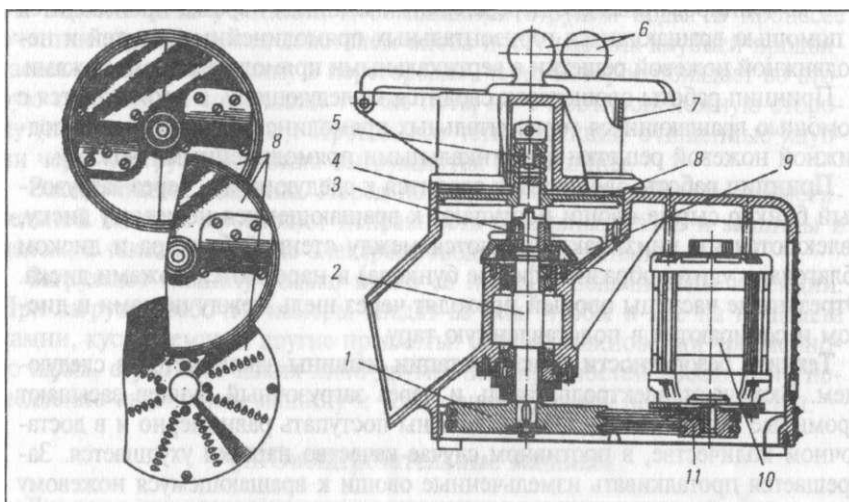

Рис. 3-3. Универсальная овощерезательная машина МРО50-200.
**Овощерезательная машина МРО-200 (рис. 3-3).** Машина настольного типа, используется для нарезки сырых овощей кружочками, ломтиками, соломкой, брусочками, а также можно шинковать капусту. Эта машина состоит из корпуса, привода, загрузочной камеры и сменных рабочих инструментов. Внутри корпуса машины находится привод, состоящий из электродвигателя и клиноременной передачи. Рабочая камера выполнена в виде цилиндра, над которой крепится съемная загрузочная емкость, имеющая окна для загрузки овощей. В комплект машины входит дисковый нож, два терочных диска и два комбинированных ножа.